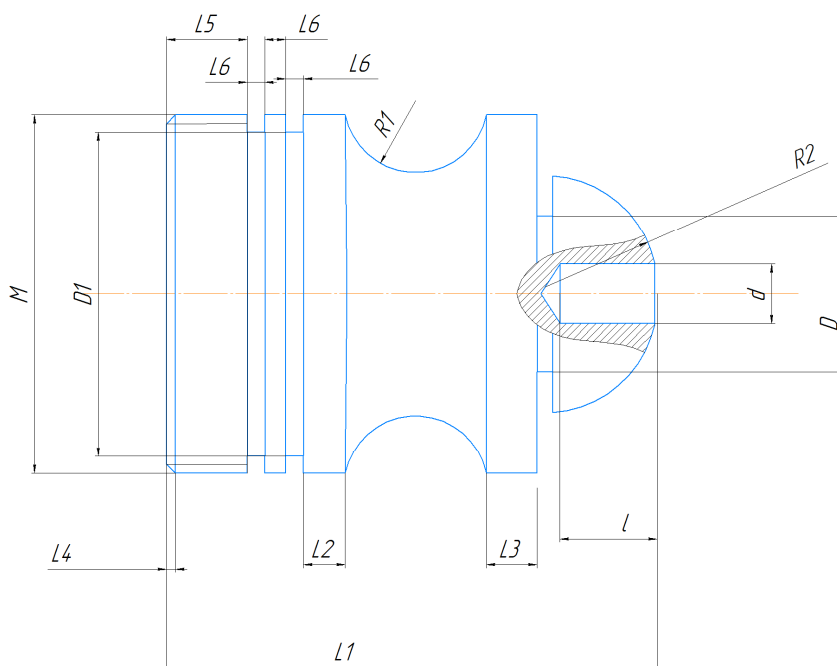

Рисунок 2. Эскиз задания задачи 2.
**Задача 2.** Составить программу в коде *ISO-7bit* получения изделия представленного эскизом на рис.2. Выполнить генерацию и верификацию обработки в САМ приложении. Выполнить эмуляцию обработки.